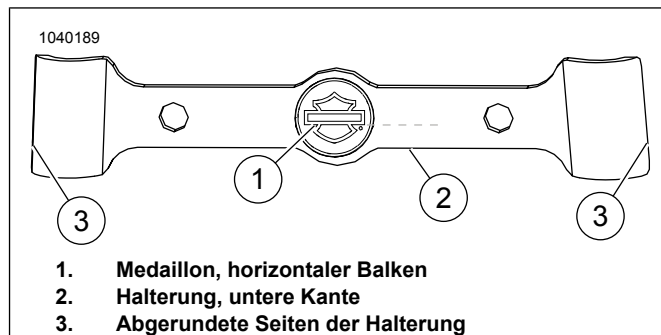

Abbildung 3. Medaillon-Ausrichtung
- Siehe Abbildung 3. Die Seiten der Halterung (3) sind nicht symmetrisch. Sie ist oben schmaler als unten.
- Siehe Abbildung 3. Den horizontalen Balken des Medaillons (1) am unteren Rand (2) der Halterung ausrichten. Die zwei Elemente müssen parallel sein.
3. Siehe Abbildung 3. Die Schutzfolie von der linken und rechten Seite der Halterung (3) abziehen.